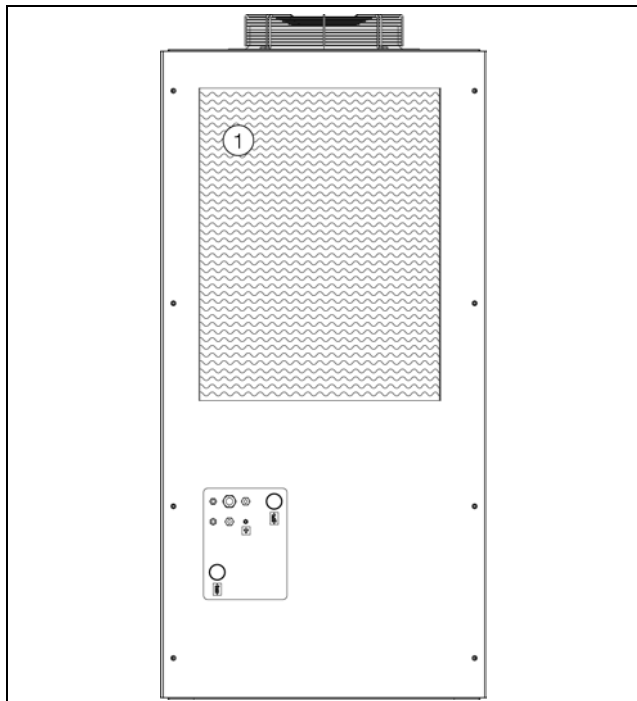

Рис. 46: Пластины конденсатора
- Пластины конденсатора находятся с задней стороны чиллера (рис. 46, поз. 1). Для их очистки необходимо сначала удалить защитную сетку, как описано в разделе 5.8 "Установка фильтрующих прокладок (комплектующие)" и снять опционально установленную фильтрующую прокладку.